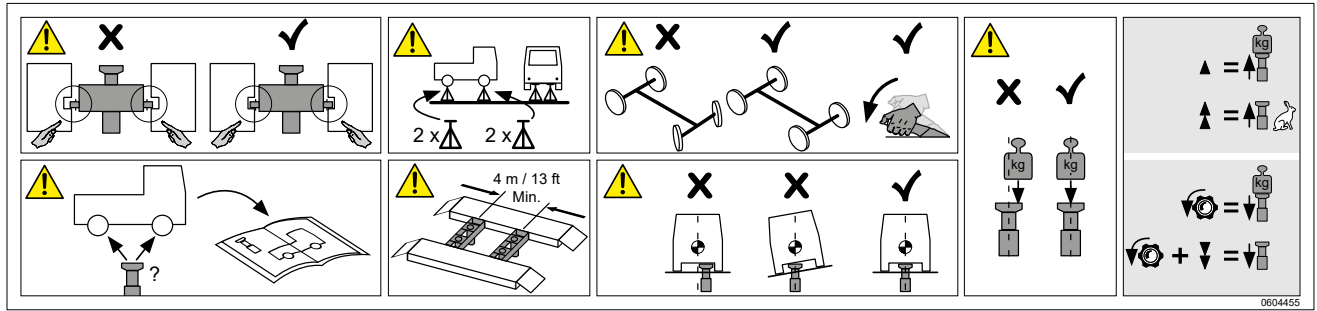

Fig.50
- Toutes les étiquettes de sécurité doivent être vérifiées pour s'assurer qu'elles sont lisibles (Fig.50).
- Vidare måste alla säkerhetsdekalering kontrolleras för att säkerställa att de är läsbara (Fig.50).
- Myös kaikkien varoitustarjosten luettavuus on tarkastettava (Fig.50).
- Bovendien moeten alle veiligheidslabels worden gecontroleerd om ervoor te zorgen dat ze leesbaar zijn (Fig.50).
- Además, se deben comprobar todas las etiquetas de seguridad para asegurarse de que son legibles (Fig.50).
- Mærkater af sikkerhedsmæssig betydning er læsbare (Fig.50).
- Furthermore all safety labels must be checked to ensure that they are legible (Fig.50).
- Lesbarkeit wichtiger Sicherheitshinweise (Fig.50).
- Кроме того, все предупреждающие этикетки должны проверяться на предмет их разборчивости (Fig.50).
- Inoltre, è necessario controllare l'integrità e la perfetta leggibilità di tutte le etichette di sicurezza (Fig.50).